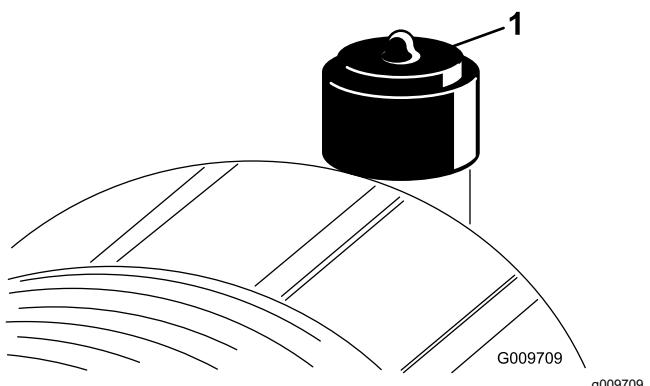

Рисунок 44
Фильтр воздухоочистителя следует обслуживать только при соответствующих показаниях индикатора необходимости технического обслуживания (Рисунок 44). Замена воздушного фильтра без необходимости ведет лишь к повышению вероятности попадания грязи в двигатель при извлечении фильтра.
2. Сбросьте индикатор (Рисунок 44), если он стал красным.